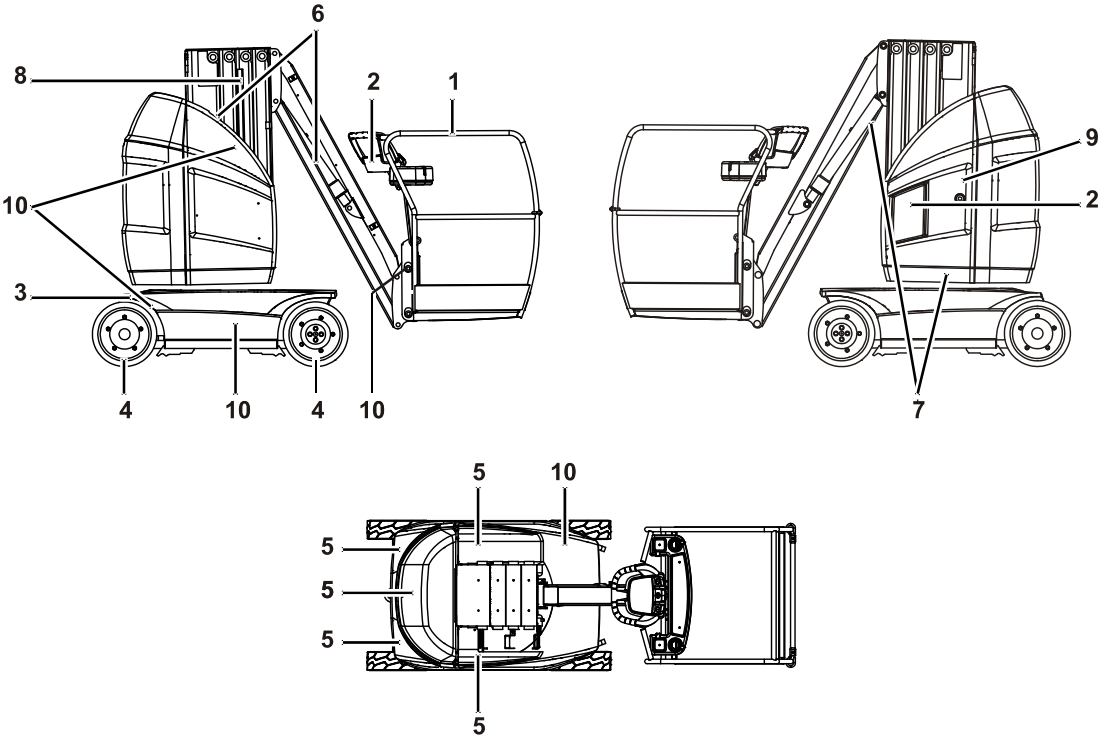

Figura 2-1. Inspección ocular diaria
5. **Inspección ocular** – Ver la Figura 2-1.